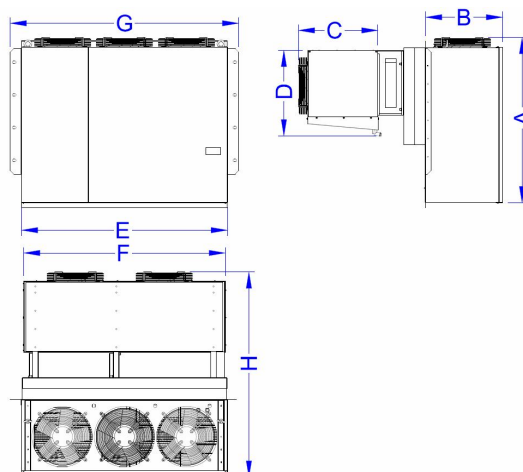

Рис. 4 Габаритные размеры
6.1. Габаритные размеры машины серии MM/ML (рис. 4, табл. 2).